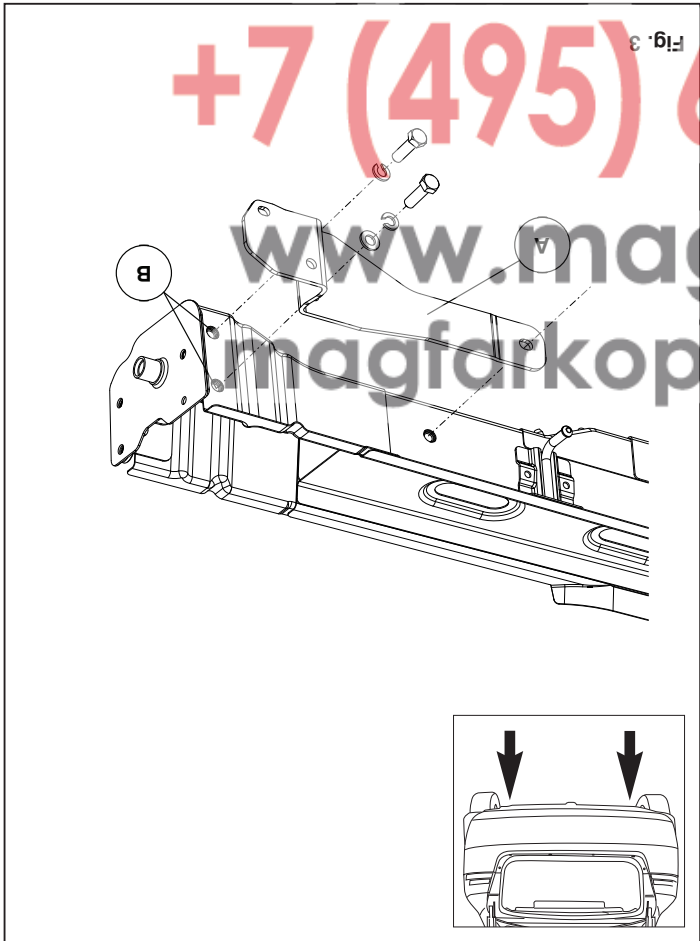
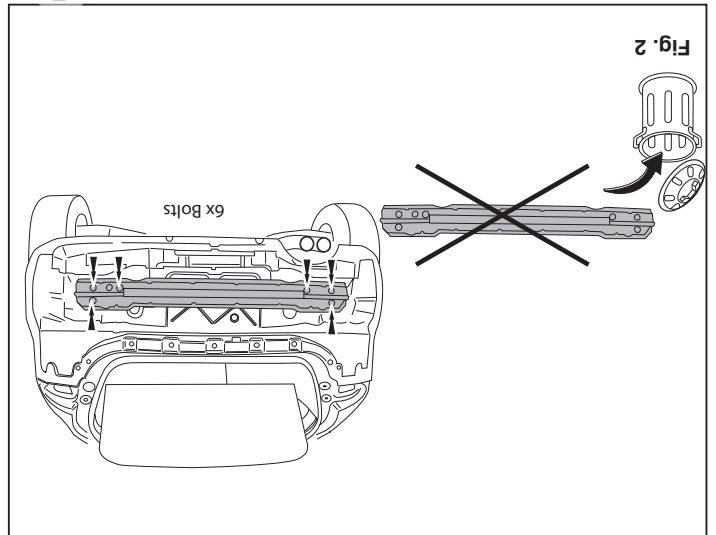

Fig. 3
Fig. 2
7. Positionner les supports A et les fixer à l'emplacement des points B. Voir la figure 3.
4. Démontez la garniture du barre de protection arrière, Voir la figure 2.
4. Demontar kotangerrindestykket. Se fig. 2.
6. Demontér søjlingen (V). Denne bliver overflødig.
7. Anbring støtten A og monter disse ved punkterne B. Se fig. 3.